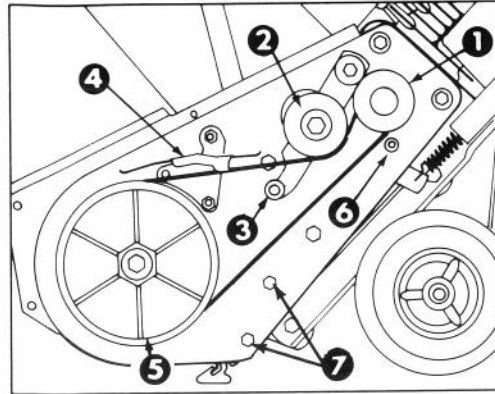

Figure 14
4. Retirer les 2 boulons à tête et écrous qui font tenir le support de logement inférieur à la plaque latérale (cf. fig. 14).
3. ENLEVEMENT DE LA COURROIE (Fig. 14) — Appuyez sur la poulie folle, ce qui permet d'enlever la courroie de la poulie du rotor, de l'unité de bras de frein et de la poulie du moteur.
4. INSTALLATION DE LA COURROIE (Fig. 14) — Enroulez la courroie autour de la poulie du moteur, sous la poulie folle, sur le